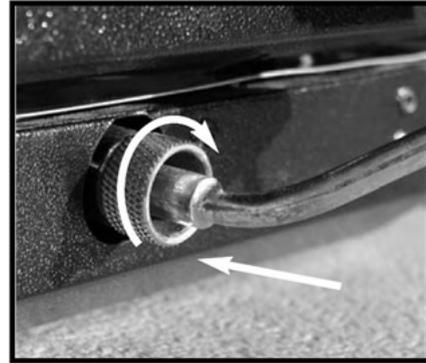

FIG. 2
4. Votre poêle est équipé d'un ensemble régulateur de tube ou d'un régulateur de tuyau. Poussez fermement l'ensemble du régulateur dans le poêle. Serrez fermement l'écrou comme indiqué sur la Fig. 2.